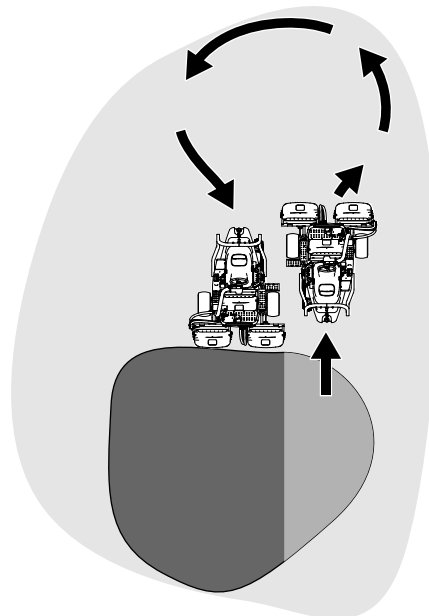

Bild 24
- Verkürzen Sie die Betriebszeit und vereinfachen Sie das Ausrichten für den nächsten Durchgang, indem Sie die Maschine vorübergehend in die entgegengesetzte Richtung und dann in die Richtung des ungemähten Teils drehen. Führen Sie eine tränenförmige Wende durch (**Bild 24**), um die Maschine schnell für den nächsten Durchgang auszurichten.